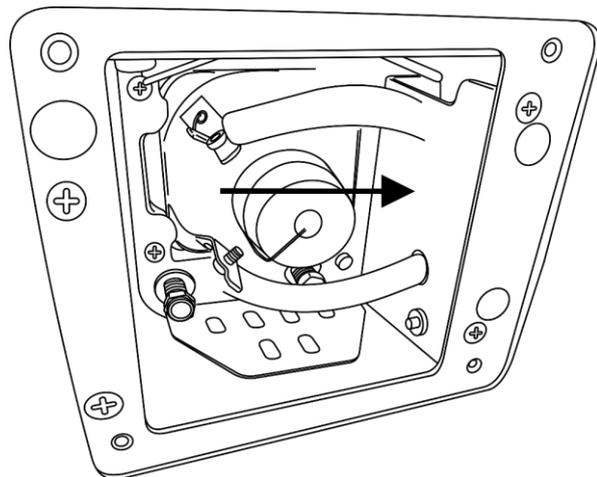
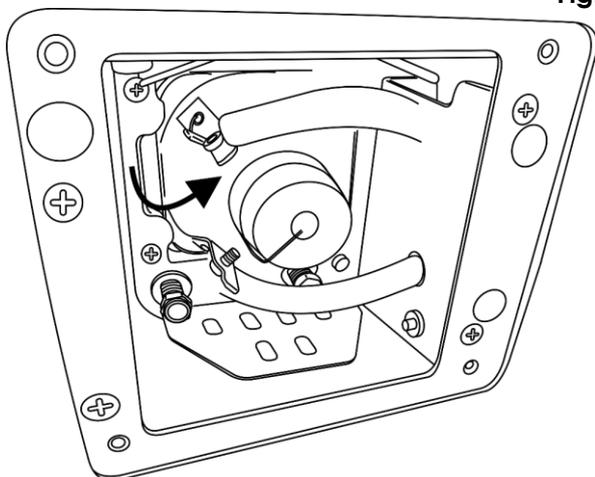

Fig. 04
Fig. 05
- 04) Quite la bombilla fundida empujándola hacia la derecha (Fig. 04) y liberando su lado izquierdo (Fig. 05).